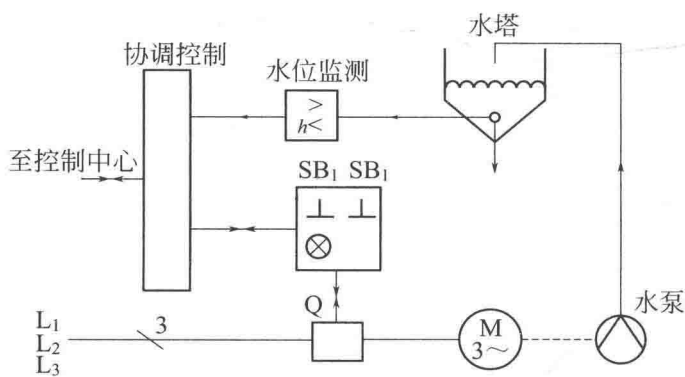

图 1-4 水泵电动机供电和给水统一绘制概略图
④ 在某些情况下，非电过程控制系统的概略图更能清楚表示系统的构成和特征，如图 1-4 所示，表示某一水泵电动机供电和给水系统的概略图。它表示了电动机供电、水泵工作和控制三个部分间的连接关系。